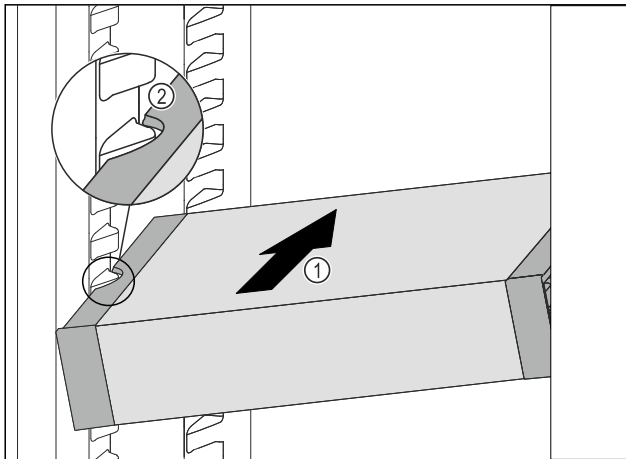

Fig. 133
- VarioSafe schuin in het koelgedeelte schuiven Fig. 133 (1), tot de uitsparingen aan de zijkant Fig. 133 (2) van de VarioSafe op de hoogte van de rib in het koelgedeelte zitten.